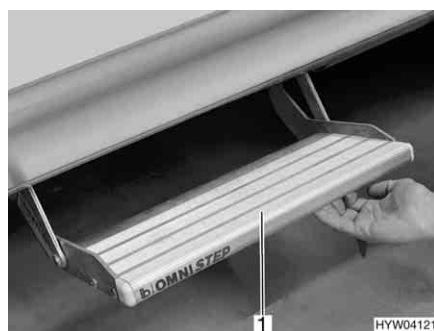

Fig. 17 Scalino di ingresso (integrato)
- Afferrare dal basso lo scalino di ingresso (Fig. 17,1) ed estrarlo finché non si innesta.
- Afferrare dal basso lo scalino di ingresso (Fig. 17,1) e sollevarlo leggermente.